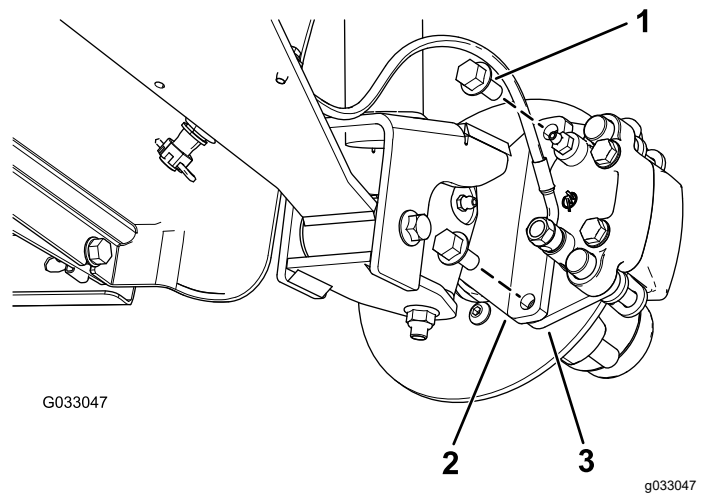
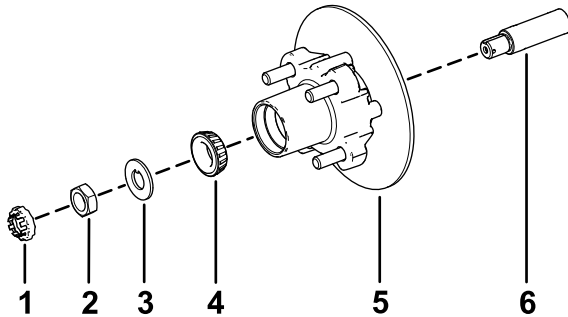

Figure 32
Figure 36
3. Retirez les boulons à embase ($\frac{3}{8}$ " x $\frac{3}{4}$ ") qui fixent le support du frein à la fusée et séparez le frein de la fusée (Figure 32).
1. Appliquez une fine couche de la graisse spécifiée sur la fusée (Figure 36).
2. Montez le moyeu et le rotor sur la fusée en plaçant le rotor à l'intérieur (Figure 36).
3. Montez le roulement extérieur sur la fusée et poussez le roulement contre la bague (Figure 36).
4. Montez la rondelle-frein à languette sur la fusée (Figure 36).
5. Vissez l'écrou de fusée sur la fusée et serrez l'écrou à 15 N·m tout en tournant le moyeu pour bien asseoir le roulement (Figure 36).
2. Alignez les plaquettes de frein de chaque côté du rotor (Figure 32) et alignez également les trous dans le support d'étrier et ceux de la fixation du frein sur le porte-fusée (Figure 36).
3. Fixez le support d'étrier au porte-fusée (Figure 32) à l'aide de 2 boulons à embase ($\frac{3}{8}$ " x $\frac{3}{4}$ ").